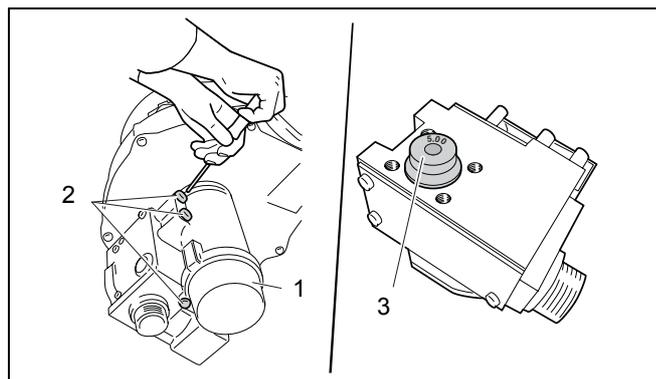

Fig. 34 Remplacer l'injecteur gaz
La conversion à une autre catégorie de gaz s'effectue en modifiant l'injecteur gaz (fig. 34, pos. 3) selon le tableau 8.
- Dévisser trois vis (fig. 34, pos. 2) et retirer le bloc gaz du Venturi (fig. 34, pos. 1).
- Monter des joints toriques neufs sur les deux côtés de l'injecteur (fig. 34, pos. 3).